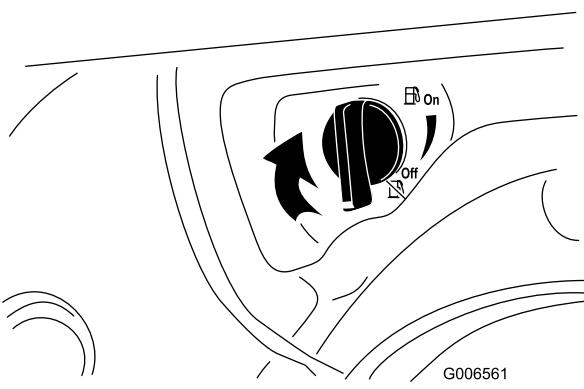

Рисунок 32
- Закройте отсечной топливный кран, повернув его по часовой стрелке (Рисунок 32).